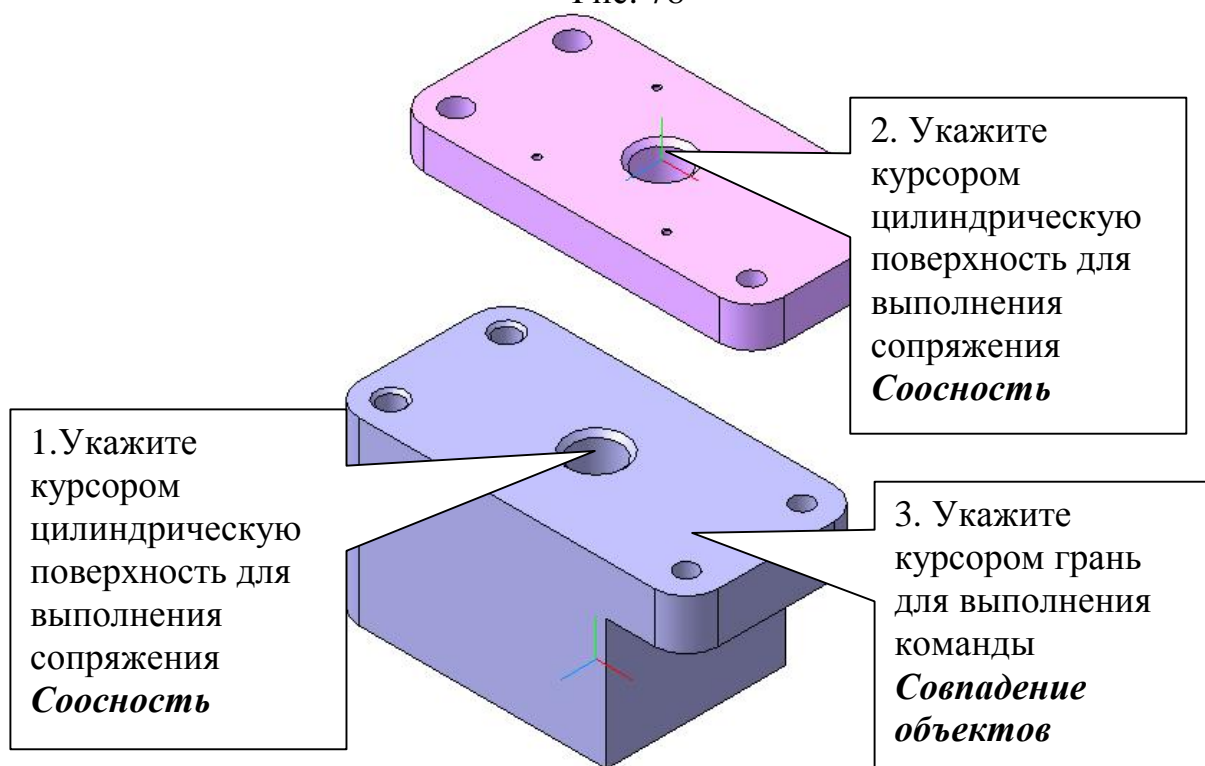

Рис. 79
- 2) Нажмите кнопку **Добавить из файла**  на панели **Редактирование сборки**  и откройте модель «Плита». Установите деталь в произвольном положении, рис. 79. Деталь можно перемещать кнопками **Повернуть компонент**  и
Командой **Повернуть**  разверните две детали таким образом, чтобы было удобно выделять цилиндрические поверхности $\varnothing 24$ у двух деталей (на рис. 79 такое положение уже достигнуто). Укажите курсором цилиндрические поверхности. Деталь «Плита» после наложения сопряжения **Соосность** может перемещаться вдоль вертикальной оси и поворачиваться вокруг нее. Следующее